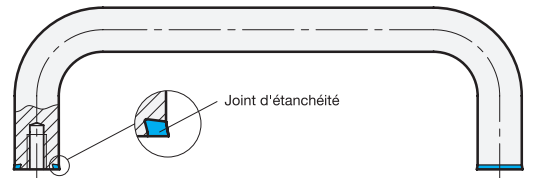

fig. 1
- Veillez à ce que la poignée en forme d'étrier soit uniquement utilisée en combinaison avec la bague d'étanchéité fournie. Le joint est de forme conique. Il faut donc tenir compte de la bonne position de montage (fig. 1).